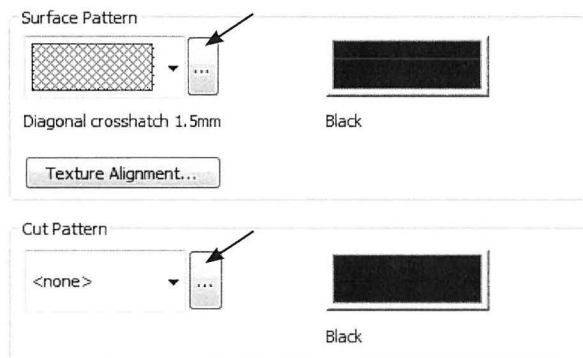
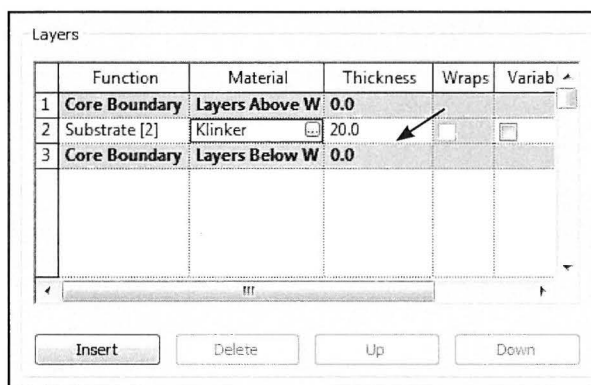

Fig. 07.28. Gulvets skravering.
Fig. 07.29. Et lag i gulvopbygningen med klinker 20 mm.
- Ret *Surface Pattern* til *Diagonal crosshatch 1.5 mm* (Fig. 07.28) og *Cut Pattern* til *None* (Fig. 07.29).
Der skal kun være et lag i opbygningen af gulvet, (Fig. 07.29).